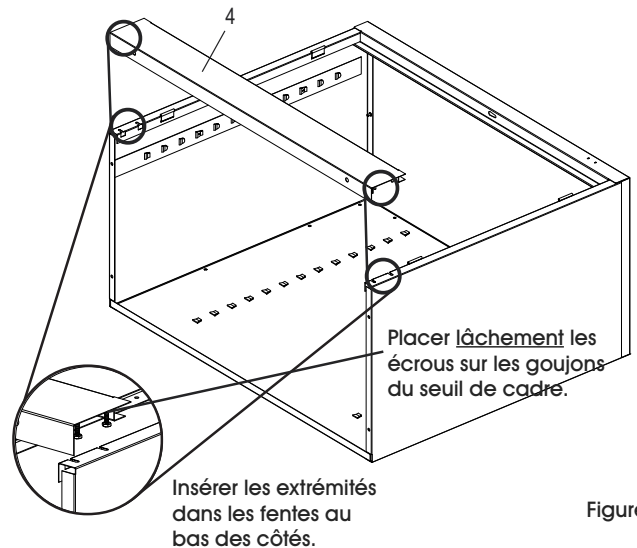

Figure 5
5. Fixez le seuil de cadre (4) aux côtés. Placez les écrous lâchement sur chacun des goujons et glissez les extrémités du seuil de cadre dans les fentes sur les deux côtés de l'unité. Ensuite, serrez fermement les écrous. (Voir Figure 5)